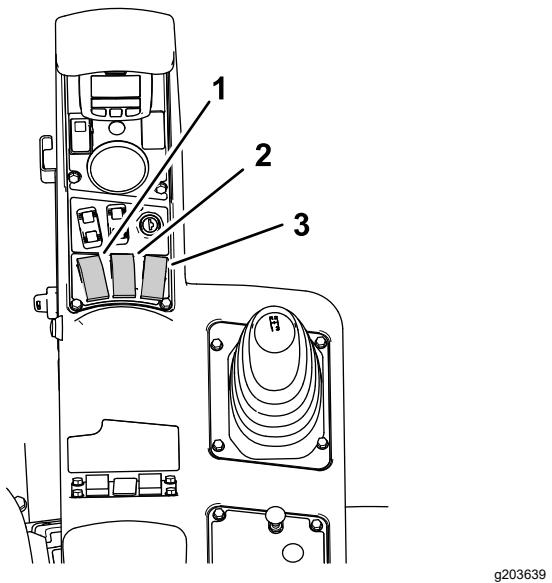
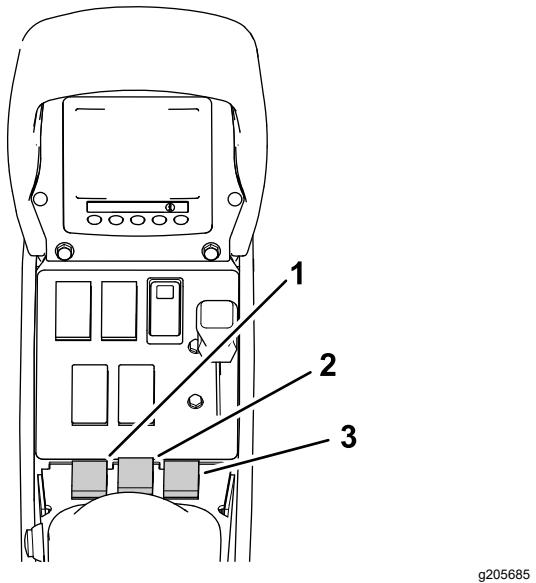

Figura 70
Figura 71
9. Coloque os interruptores das três secções (localizados na consola de controlo da máquina) na posição LIGAR (Figura 70 e Figura 71).